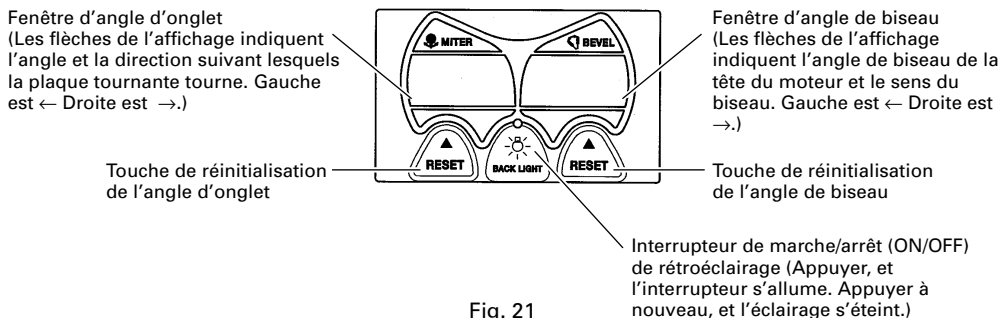

Fig. 21
(1) Avec la poignée latérale desserrée, faire bouger la plaque tournante vers la gauche et la droite puis la fixer dans la bonne position.
(2) Si les chiffres affichés et le cran positif ne se correspondent toujours pas, ramener la plaque tournante à la position 0°. Avec la poignée latérale desserrée, déplacer ensuite la plaque tournante vers la gauche et la droite comme dans la Fig. 22-b. Après un réglage à la position voulue de 0°, appuyer de nouveau sur la touche de réinitialisation comme indiqué sur la Fig. 21.